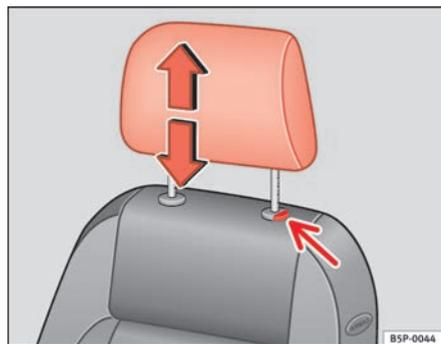

Fig. 92 Regulação ou desmontagem dos encostos de cabeça
- Premir o botão ⇒ fig. 92 (seta).